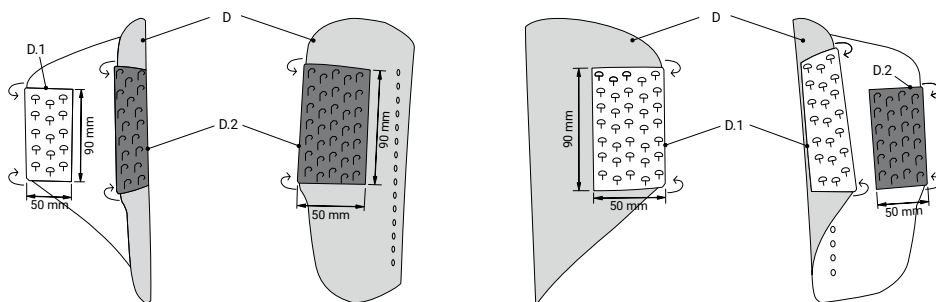

Figure 6: Left Cuff
Retirer l'ancien coussin (E) et la bande haut (F.1 ou F.2). Remplacer les anciennes bandes Velcro autocollantes fixées à l'intérieur et à l'extérieur de la coquille (D) par les nouvelles bandes blanches à tête champignon autocollantes (D.1) et les bandes noires à crochets autocollantes (D.2) fournies. Après avoir retiré les anciennes bandes, nettoyez la coquille avec un produit dégraissant tel que le Spiritus. Positionner les bandes comme indiqué dans la figure 6. Appuyer fermement sur chaque nouvelle bande pendant au moins 60 secondes. Fixez fermement le nouveau coussin dans la coquille. Enroulez les sangles de velours cousues du coussin autour des bords avant et arrière de la coquille et appuyez fermement sur les sangles à l'extérieur. Attachez la sangle haut de l'extérieur de la coquille au velours plié du coussin.